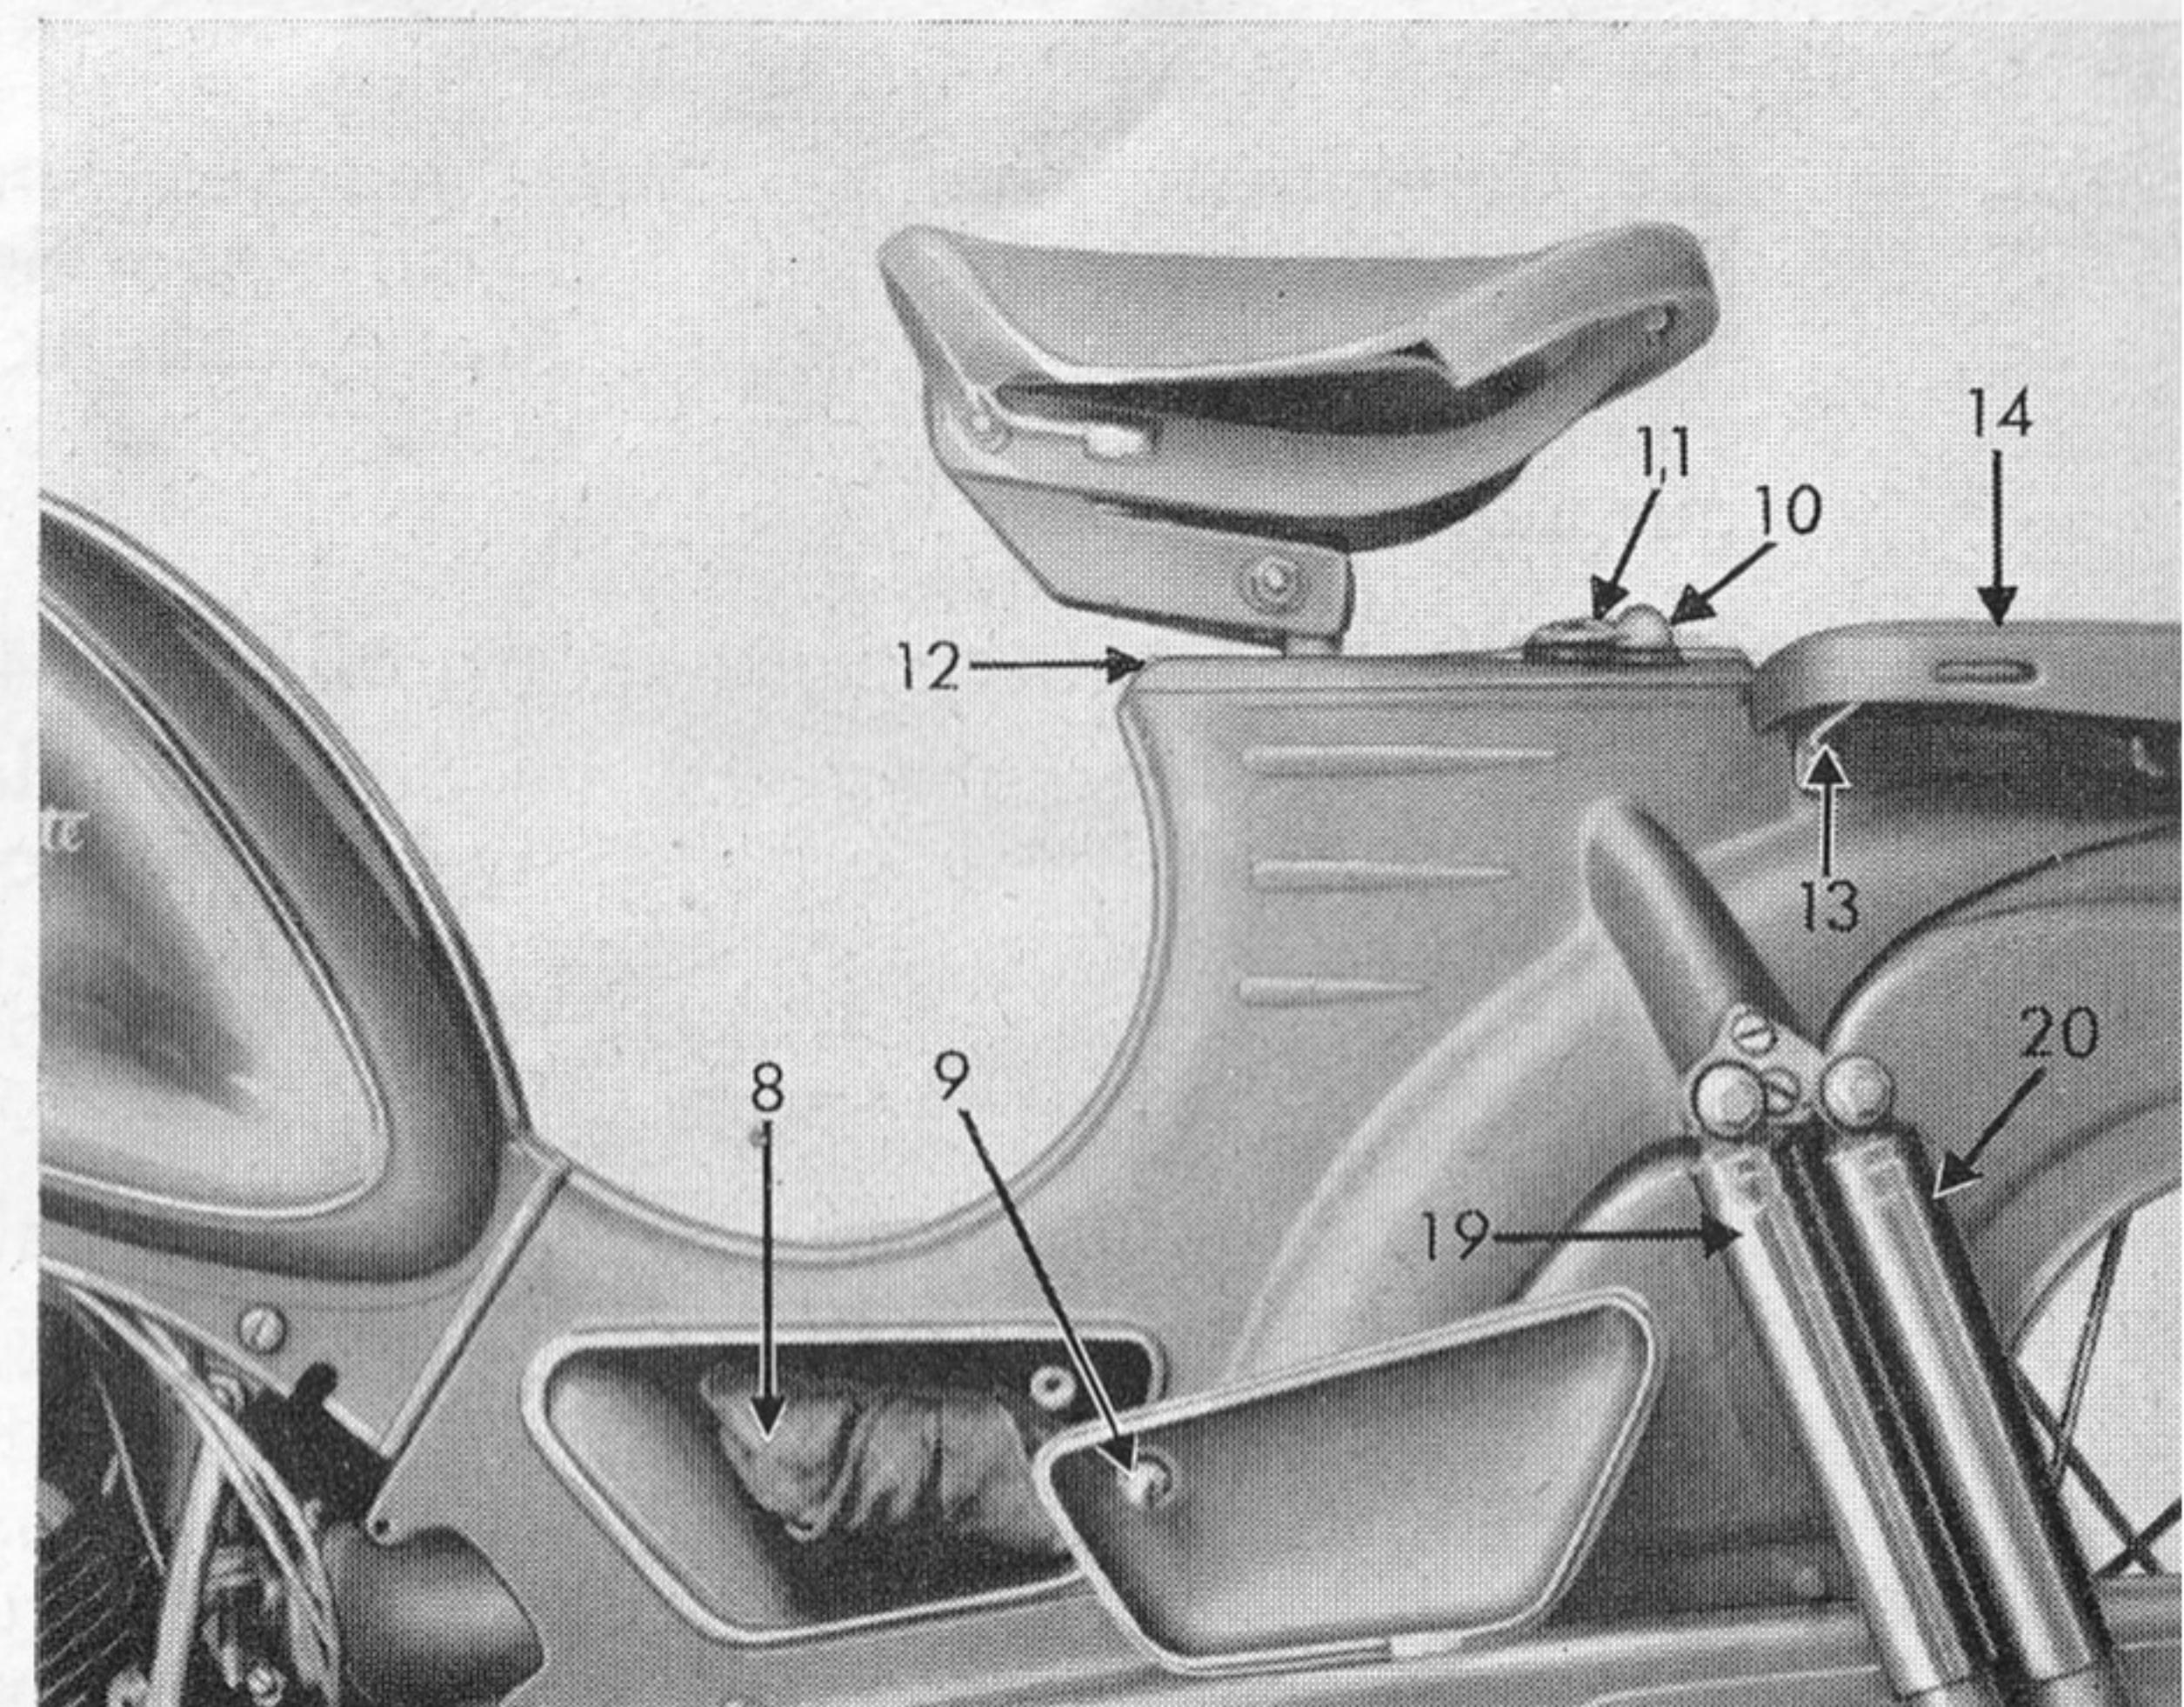

Bild 3
e) **Der Werkzeugbehälter 8** (Bilder 2 u. 3) ist in der Mitte des Fahrzeuges angeordnet. Sein Deckel kann nach Herausdrehen der Rändelschraube 9 abgenommen werden. Bild 3 zeigt den Werkzeugbehälter mit abgenommenem Deckel. Auf der rechten Seite des Fahrzeuges befindet sich ein Griff zum Anheben.
f) **Der Reifendruck** der Combinette soll am Vorderrad 1,2 atü und am Hinterrad 1,8 atü betragen, bei einer Belastung von ca. 75 kg. Die Reifen können mit Preßluft oder mit einer Luftpumpe aufgepumpt werden. Die Luftpumpe 10 (Bild 3) ist mit einem Deckel 11 abgedeckt, der auf einer Deckplatte 12 drehbar befestigt ist; sie kann nach Beiseitedrehen des Deckels 11 herausgenommen werden.